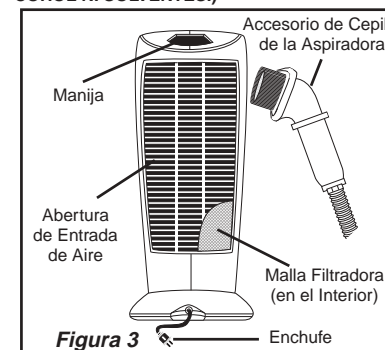

Figura 3
- Limpie la zona de la rejilla trasera del calefactor con el accesorio de cepillo de una aspiradora para quitar la pelusa y tierra del filtro interno. NO INTENTE DESARMAR EL CALEFACTOR (Figura 3) No retire el protector de rejilla ni permita que el calefactor se use sin el protector de rejilla en su lugar.